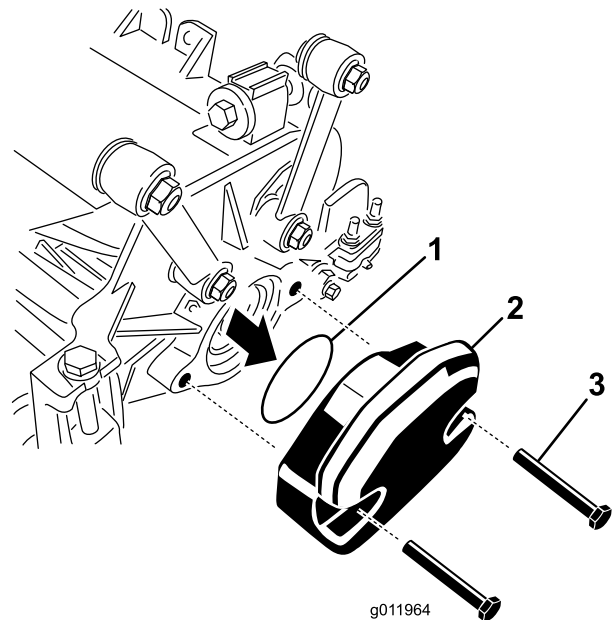

Figura 23
- 2. Retire el peso y la junta tórica (Figura 23) del extremo interior de la unidad de corte derecha.